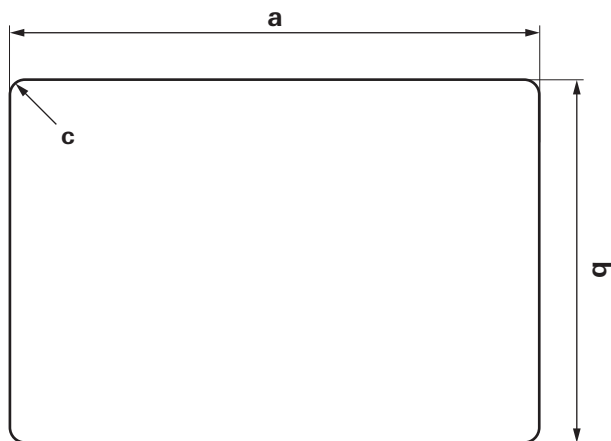

Figura 1
- ▶ Segnare l'apertura di montaggio (Figura 1). Riportare le misure.